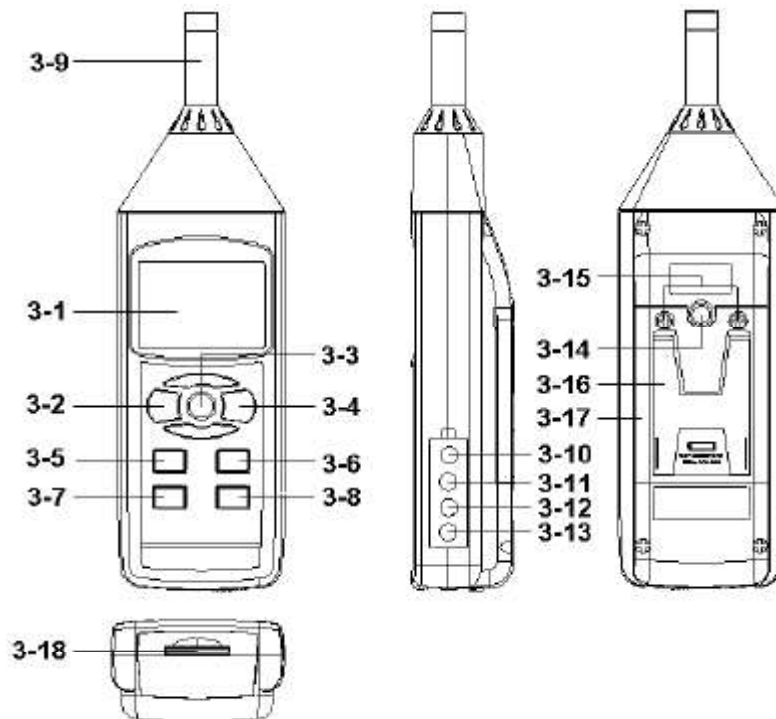

Fig. 1
- 1) Slå på strömmen genom att trycka in "På-knappen"(3-2, fig. 1); mätarens standardfunktion är "Automatiskt omfång", "Frekvensbelastning A", och "Snabb tidsbelastning". Displayen kommer visa enheten "A. Fast Auto" (A. Snabb Auto).
- 2) Välj "A" eller "C" frekvensbelastning genom att trycka på "A/C-knappen" (3-6, fig. 1).
- 3) Bestäm lämpligt mätningssomfång genom att trycka på "Omfångsknappen" (3-5, fig. 1).
Under det automatiska omfånget, tryck på "Omfångsknappen" (3-5, fig. 1) en gång, steg för steg så nås det manuella omfånget (omfång 1, omfång 2, omfång 3), och autoomfång i ordningsföljd. Det står fortfarande tre manuell omfång till ditt förfogande:
- 4) För att kunna stämma överens med olika källor av mätningssljud, välj Tidsbelastning (Snabb eller Långsam) genom att trycka på "Tidsbelastningsknappen" (3-7, fig. 1).
Under en mätning; tryck på "Hållningsknappen" (3-3, fig.1) en gång så fryses det uppmätta värdet och LCD-skärmen kommer visa en "Hold"-symbol.
Tryck på "REC-knappen" (3-4, fig. 1) en gång för att starta
a) tryck på "REC-knappen" (3-4, fig. 1) en gång, så visas "REC MAX"-symbolen tillsammans med det maximala värdet på displayen.
Om det är tänkt att det maximala värdet ska raderas, tryck då in "Hold-knappen" (3-3, fig. 1) en gång; displayen visar då enbart symbolen "REC" och utför minnesfunktionen kontinuerligt.
b) Tryck på "REC-knappen" (3-4, fig. 1) igen, så visas "REC MIN"-symbolen tillsammans med det minimala värdet på displayen.
Om det är tänkt att det minimala värdet ska raderas, tryck då in "Hold-knappen" (3-3, fig. 1) en gång; displayen visar då enbart symbolen "REC" och utför minnesfunktionen kontinuerligt.
Efter att strömmen slagits på, kommer LCD:ns bakgrundsljus lysa automatiskt. Tryck en gång på "Bakgrundsljusknappen" (3-2, fig. 1) under en mätning, så stängs ljuset av.
Förbered ett SD-minneskort (1 GB till 16GB; valfritt), och sätt det därefter i SD-kortsockeln (3-18, fig. 1).
Tryck på "REC-knappen" (3-4, fig. 1) en gång; LCD-skärmen visar då texten "REC". Tryck därefter på "Logger-knappen" (3-8, fig. 1); "REC"-symbolen kommer att blinka, samtidigt som mätningdata och tidsinformation kommer att sparas till minneskretsen.
Om "Logger-knappen" (3-8, fig. 1) trycks in en gång under tiden som Dataloggern används, kommer dess funktion att pausas (pausa för att spara uppmätt data till minneskretsen temporärt); samtidigt kommer texten "REC" att sluta blinka.
Tryck på "REC-knappen" (3-4, fig. 1) en gång, så visar LCD-skärmen texten "REC"; tryck sedan på "Logger-knappen" (3-8, fig. 1) en gång, så blinkar "REC". Samtidigt med det, sparas mättningsdata tillsammans med information om tid och positionsnummer till minneskretsen.
*\* Under användande av Manuell Datalogger, tryck på "SET-knappen" (3-7, fig. 1) en gång, och använd sedan "▲-knappen" (3-5, fig. 1) eller "▼-knappen" (3-6, fig. 1) för att ställa in mättningspositionen (1 till 99; till exempel rum 1 till rum 99) för att identifiera mättningsplatsen. Efter slutförande av justering av positionsnummer, tryck på "Enter-knappen" för att bekräfta.*
Om man under en mätning trycker på "Tidkontrollknappen" (3-5, fig. 1) > 2 sekunder, kommer LCD-skärmens undre display visa den tillfälliga tidsinformationen: År/Månad, Datum/Timme, Minut/Sekund.
Om man under en mätning trycker på "Samplingskontrollknappen" (3-6, fig. 1) > 2 sekunder, kommer LCD-skärmens undre display visa den aktuella samplingstidinformationen i sekundenheter.